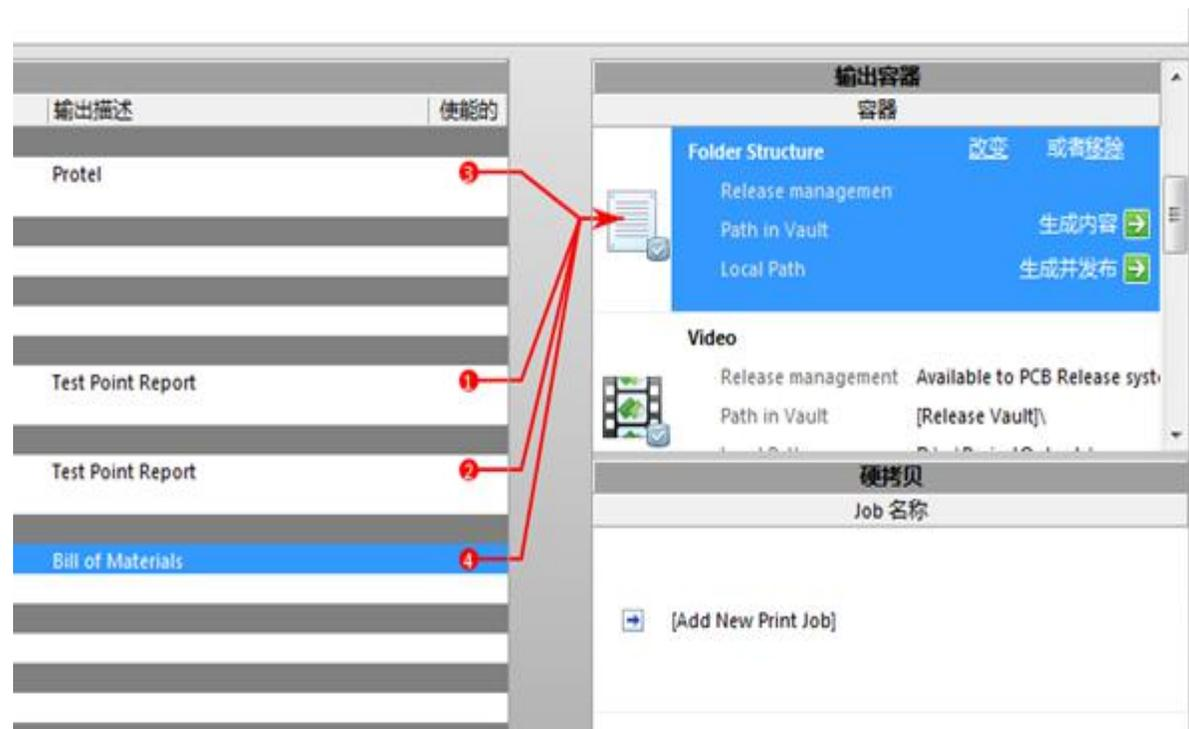

图5-67
(8)在“输出容器”中选中“folder Structure”，然后将上面生成的四项输出文件或报告“使能”到“folder Structure”进行输出，如图5-67所示。
(9) 在“输出容器”中“folder Structure”区域单击“生成内容”按钮，则将两种测试点报告与料单和网表进行一起输出，之后在AD主窗口能够预览生成的网表、测试点报告，并且料单以默认的Excel格式被打开